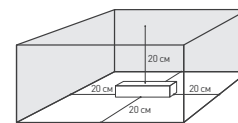
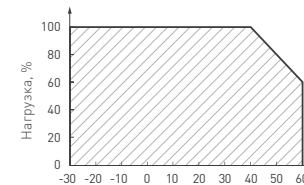

Рис. 5. Свободное пространство вокруг источника
Рис. 6. Максимальная допустимая нагрузка, % от мощности источника
- температура окружающего воздуха от -30 до +60 °C, см. график зависимости максимально допустимой нагрузки на блок питания от температуры окружающей среды на рис. 6;
- 4.3. Для естественной вентиляции обеспечьте не менее 20 см свободного пространства вокруг источника питания, как изображено на рис. 5. При невозможности обеспечить свободное пространство используйте принудительную вентиляцию. В случае установки в ограниченном пространстве (например, лайтбокс или профиль) предусмотрите обеспечение требуемого температурного режима источника питания согласно рис. 6.
- 4.4. Не нагружайте источник питания более 80% от его максимальной мощности. Учитывайте, что с повышением температуры окружающей среды максимальная мощность источника питания снижается, см. график зависимости максимальной допустимой нагрузки на блок питания от температуры окружающей среды на рис. 6.